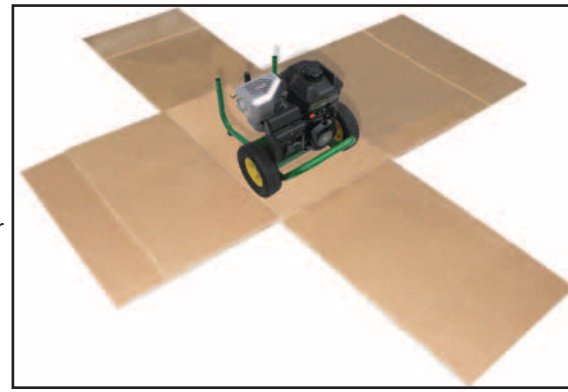

FIGURE 1
2. Ouvrez la boîte d'expédition en coupant tous les coins du haut vers le bas. (See Figure 1)